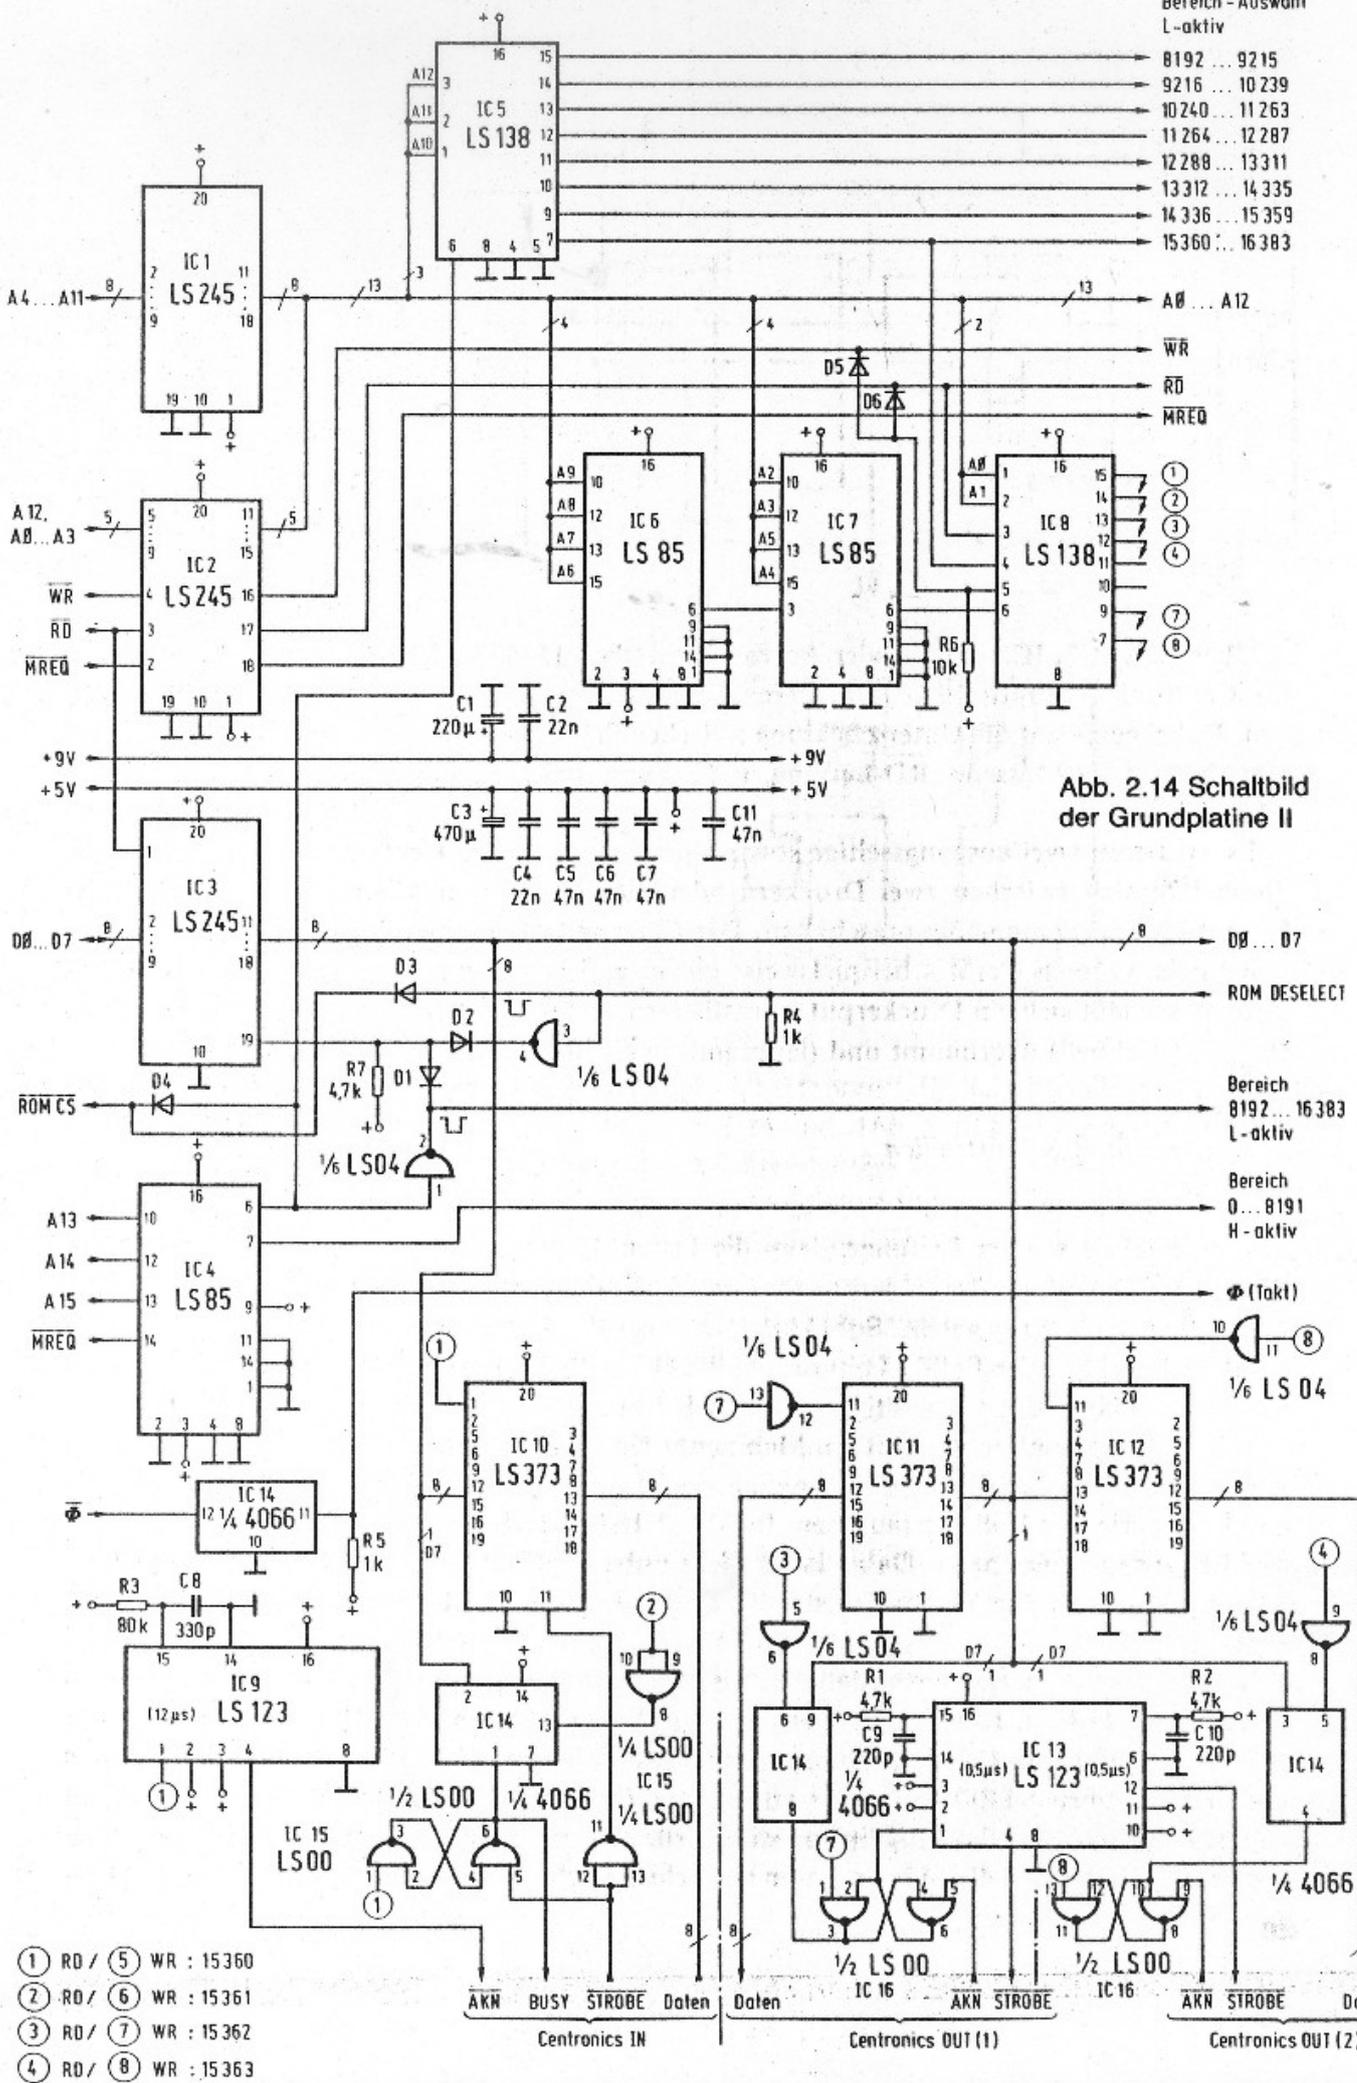

Abb. 2.14 Schaltbild der Grundplatte II
In Abb. 2.14 ist zu erkennen, daß die Ausgangsdaten in ein 8-bit-Latch geschrieben werden (74LS373, IC11 bzw. IC12, angesprochen über (7) bzw. (8) von IC8). Dabei wird gleichzeitig über ein SR-Flipflop (IC16) der monostabile Multivibrator (1/2 IC13, 74LS123) getriggert und erzeugt einen  $\overline{STROBE}$ -Impuls von 0,5  $\mu$ s Dauer. Wenn der Drucker die Datenübernahme bestätigt, wird das SR-Flipflop wieder rückgesetzt. Sein Zustand wird über einen Analschalter (IC14, 1/4 4066) beim Lesen der Schnittstellenadresse auf die Datenleitung D7 ge-